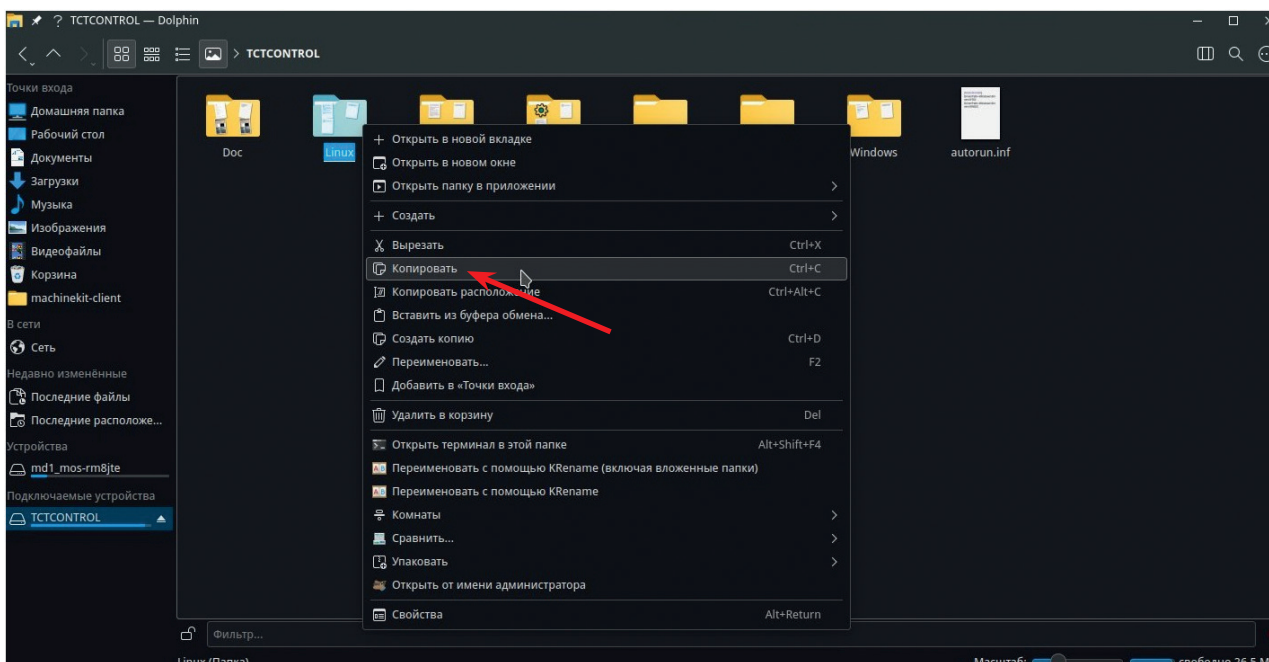

Рис. 3
- Скопируйте папку Linux с TCTcontrol на рабочий стол ПК (рис. 3).